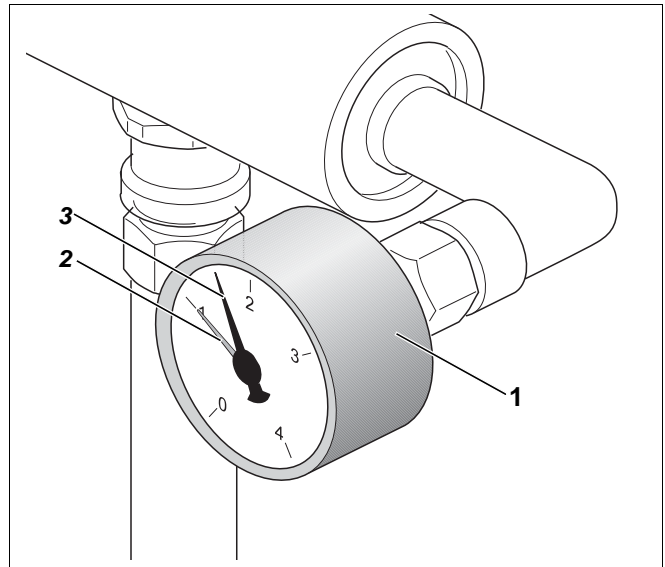

Fig. 13 Manometro
L'impianto di riscaldamento è dotato di un manometro (fig. 13, **pos. 1**), sul quale è possibile leggere l'attuale pressione dell'impianto.
Per gli impianti di riscaldamento chiusi, la lancetta del manometro (fig. 13, **pos. 3**) deve stare al di sopra della lancetta rossa (fig. 13, **pos. 2**).
La lancetta rossa (fig. 13, **pos. 2**) del manometro deve essere regolata sulla pressione necessaria per l'impianto di riscaldamento. L'installatore imposterà per voi il valore della pressione necessaria.
- Controllare che la lancetta del manometro (fig. 13, **pos. 3**) stia sopra la lancetta rossa (fig. 13, **pos. 2**).
Se la lancetta del manometro (fig. 13, **pos. 3**) si trova al di sotto della lancetta rossa (fig. 13, **pos. 2**), la pressione dell'acqua dell'impianto di riscaldamento è troppo bassa. Dovete pareggiare la perdita d'acqua, riempiendo l'impianto con acqua di rabbocco.
- Aprire con prudenza il rubinetto dell'acqua e il rubinetto di carico e scarico (fig. 16, **pos. 3**) e riempire lentamente l'impianto di riscaldamento fino a che la lancetta del manometro (fig. 13, **pos. 3**, pag. 20) non si posiziona al di sopra della lancetta rossa (fig. 13, **pos. 2**, pag. 20).